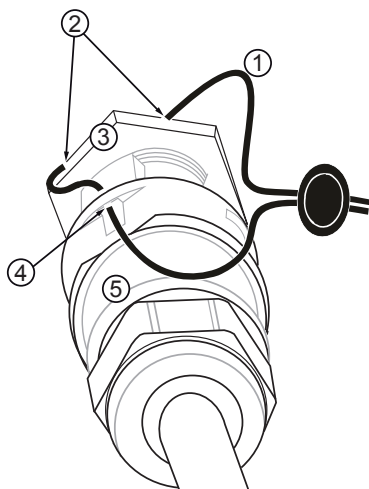

Fig. 11: Scellez la connexion AC avec du fil de plombage.
4. Plombez la connexion AC si nécessaire. Pour ce faire, le fil de plombage ① doit passer par le contre-écrou ③ de la prise femelle AC de l'onduleur ainsi que par l'ouverture ④ du contre-connecteur ⑤ (le contre-écrou présente un trou ②) ; voir Fig. 11.